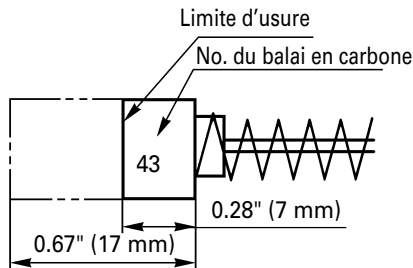

Fig. 17
4. Contrôle des balais en carbone (Fig. 17)
Utiliser le balai en carbone HITACHI No. 43 indiqué sur la Fig. 17.